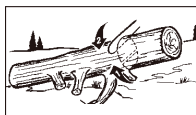

Fig. 13B
2. Tronco appoggiato su sostegni a un'estremità: per prima cosa, eseguire il taglio dal fondo di 1/3 del diametro del tronco per evitare che si formino delle schegge. Secondo, eseguire il taglio dall'alto per evitare che la motosega rimanga incastrata (Fig. 13B).